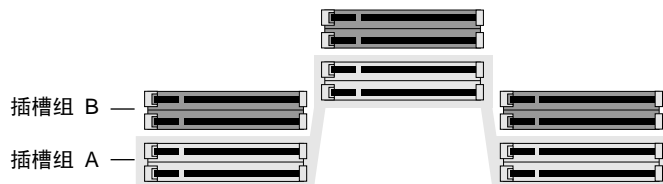

图 3-2 识别 DIMM 插槽组
5. 识别 DIMM 插槽组，如图 3-2 所示。A 组和 B 组插槽垂直分为三行，每行两个插槽。